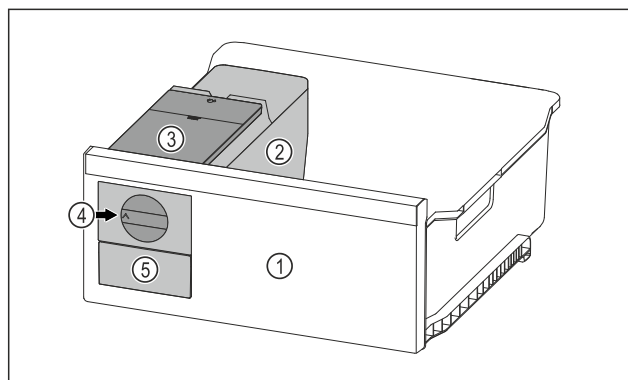

Fig. 120 Przykładowa prezentacja
- ▶ Pokrętło Fig. 120 (4) obrócić zgodnie z ruchem wskazówek zegara.
- ▷ Kostki lodu wypadają do pojemnika na kostki lodu w szufladzie na kostki lodu Fig. 120 (5).